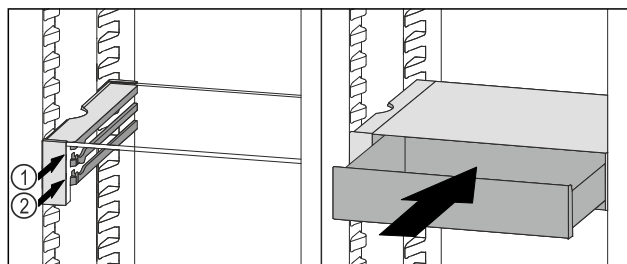

Fig. 133
- Posizionare il cassetto VarioSafe dietro i tappi sulla nervatura desiderata *Fig. 133 (1)* o *Fig. 133 (2)*.